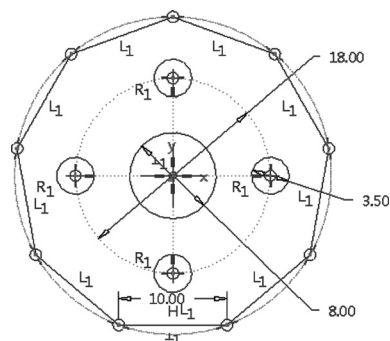

图 2-107 上机练习 A
- (1) 如何创建一个草绘文件？草绘文件的格式（或扩展名）是什么？
- (2) 请简单解释草绘器中的相关术语（图元、参照图元、约束、尺寸、参数、关系、强尺寸或强约束、弱尺寸或弱约束、冲突）。
- (3) 使用草绘器的目的管理器有什么好处？
- (4) 绘制圆或圆弧主要有哪些方式？
- (5) 如何绘制一个椭圆？在 Creo Parametric 中绘制的椭圆具有什么样的主要特性？
(6) 修剪图元主要分哪几种方式？各应用在什么场合？
(7) 如何将图元进行构造切换？
(8) 简述周长尺寸和纵坐标尺寸（基线尺寸）的应用方法及其典型步骤。可以举例进行说明。
(9) 简述使用草绘器调色板的好处。
(10) 简单说一说着色封闭环、加亮开放端点和重叠几何这 3 个草绘器诊断工具的功能含义。
(11) 上机练习：绘制图 2-107 所示的图形，并进行相关标注。